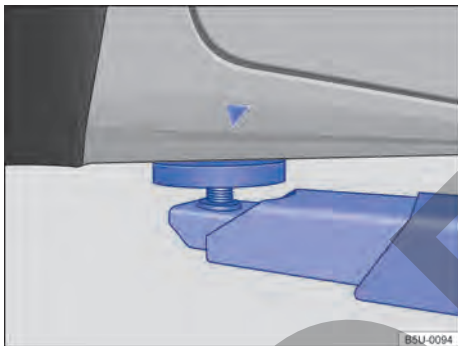
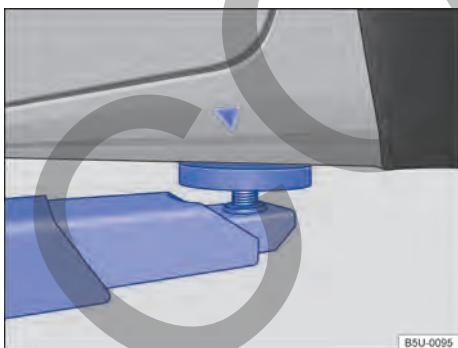

Fig. 193 Puntos de apoyo delanteros para la suspensión con plataforma elevadora o con gato.
Fig. 194 Puntos de apoyo traseros para la suspensión con plataforma elevadora o con gato.
El vehículo debe ser suspendido solamente por los puntos indicados en las figuras → fig. 193 y → fig. 194. Si el vehículo no está suspendido por los puntos indicados, pueden ocurrir daños en el vehículo →  y lesiones graves → .
- Suspender el vehículo solamente por los puntos indicados en las figuras → fig. 193 y → fig. 194. Si el vehículo no es suspendido por los puntos indicados, puede caer de la plataforma elevadora cuando, por ejemplo, se desmonta el motor o la suspensión.